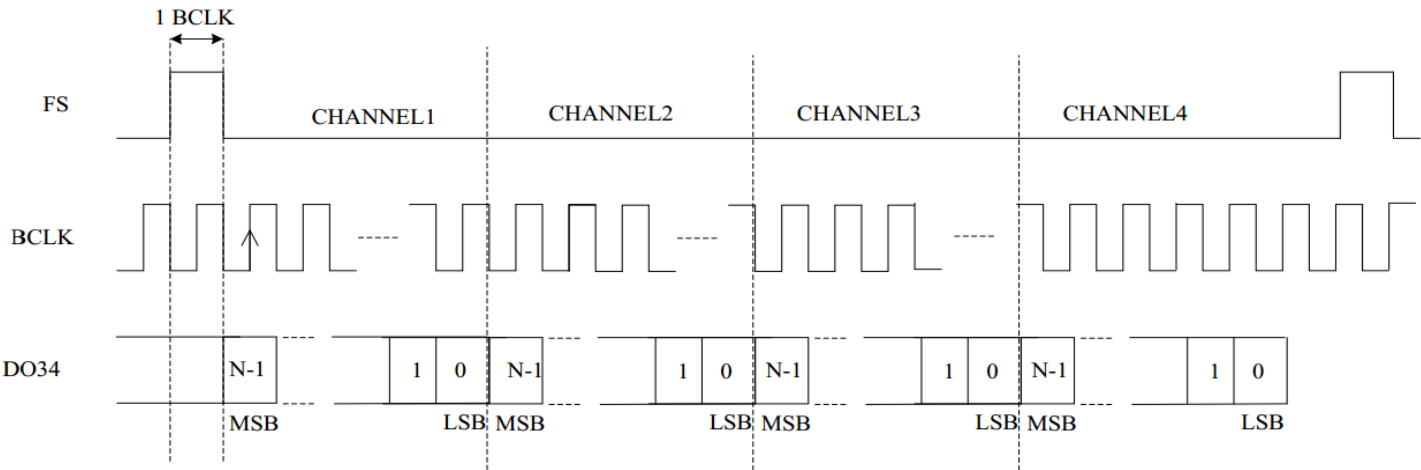

图 13. TDM Mode A
- **Mode A:** 数据在 FSYNC 有效后，BCLK 的第 2 个上升沿有效（图 13）